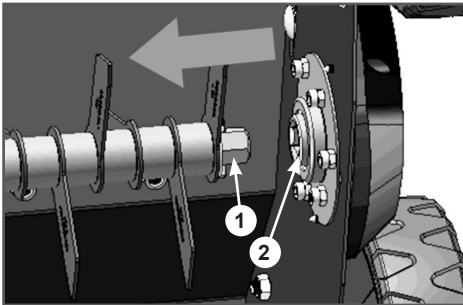

Рис. 28. Снятие рабочего валика
6. Потяните рабочий валик в сторону и выведите шестигранный вал 1 рабочего валика из зацепления с шестигранным переходником 2 вала привода (Рис. 28).